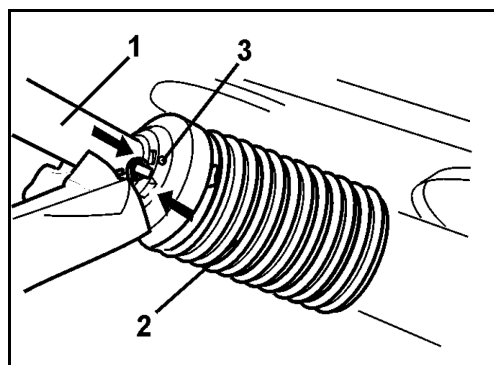

Рис. 53
9. Надвиньте половину защитной крышки (Рис. 53/1).
10. Поверните защитную воронку (Рис. 53/2) в положение блокировки.
11. Вверните фиксирующий винт (Рис. 53/3).